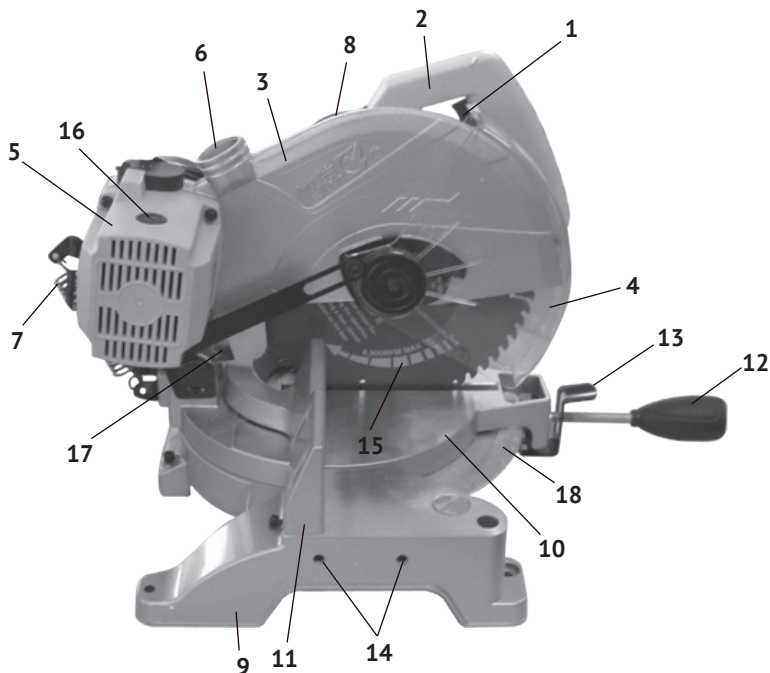
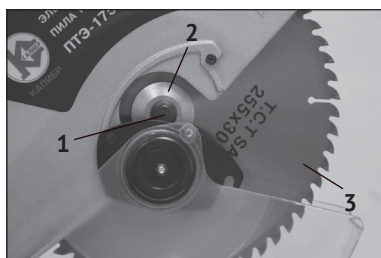

рис.1
рис.4
1.1.3 Основным несущим узлом режущего блока пилы является металлический корпус редуктора, выполненный заодно с верхним защитным кожухом диска (рис.1 поз.3). К корпусу крепится пластиковый корпус двигателя (рис.1 поз.5). С противоположной стороны к редуктору крепится рукоятка. Вертикальное перемещение режущего блока для реза обеспечивает ось, закреплённая между двумя опорами рабочего стола, выполненных в виде кронштейнов. Возвратная пружина (рис.1 поз.7) возвращает режущий блок в исходное положение.
1.1.4 Рабочий стол (рис.1 поз.10), вместе с режущим блоком, имеет возможность смещения (вправо/влево) относительно основания (рис.1 поз.9) и параллельного упора (рис.1 поз.11), в который упирается обрабатываемая заготовка. Таким образом обеспечивается косой (от 0 до 45°) рез материала (брус, доска, планка и т.п.). В комплект поставки входят две дополнительные опоры для поддержки длинномерных заготовок, которые крепятся к основанию пилы в отверстия (рис.1 поз.14) с двух сторон.
- проверьте работоспособность выключателя электродвигателя инструмента. Не подключая пилу к электросети, нажмите и отпустите клавишу выключателя (рис.1 поз.1) – она без задержек должна возвратиться в исходное положение;
- включение/выключение пилы осуществляется нажатием на клавишу выключателя (рис.1 поз.1), при отпускании клавиши двигатель отключается. Подвижной защитный кожух будет подниматься автоматически по мере опускания режущего блока.
- отведите подвижный защитный кожух (рис.1 поз.4) вверх до упора, чтобы иметь свободный доступ к шпинделю (рис.4 поз.1). Заблокируйте вращение шпинделя нажатием кнопки фиксации, расположенной на
корпусе режущего блока, между рукояткой (рис.1 поз.2) и верхним кожухом;
- с помощью специального ключа открутите фиксирующий болт диска, снимите внешний зажимной фланец (рис.4 поз.2) и пыльный диск (рис.4 поз.3) вместе с опорным фланцем со шпинделя;
- для установки угла поворота ослабьте фиксирующую рукоятку поворотного основания (рис.1 поз.12) рабочего стола;
- нажав рычаг фиксатора (рис.1 поз.13) установите необходимый угол распила и отпустите рычаг, надёжно затяните фиксирующую рукоятку поворота рабочего стола.
- во время работы для эффективного отвода пыли из зоны пиления подключите пылесос или установите штатный пылесборник на отверстие отвода стружки (рис.1 поз.6);
- для замены щёток необходимо открутить крышки щёткодержателей (рис.1 поз.16) на корпусе двигателя, вынуть использованные щётки из щёткодержателей, заменить их новыми и закрутить крышки щёткодержателей. Щётки следует менять парой, для обеспечения их равного давления на коллектор якоря;
- для замены ремня необходимо: снять защитный кожух (рис.1 поз.8), проворачивая ведомый шкив, снять ремень. Очистив вал якоря (является шкивом ведущим), шкив ведомый и кожух ремня, установить новый ремень и прикрутить защитный кожух;